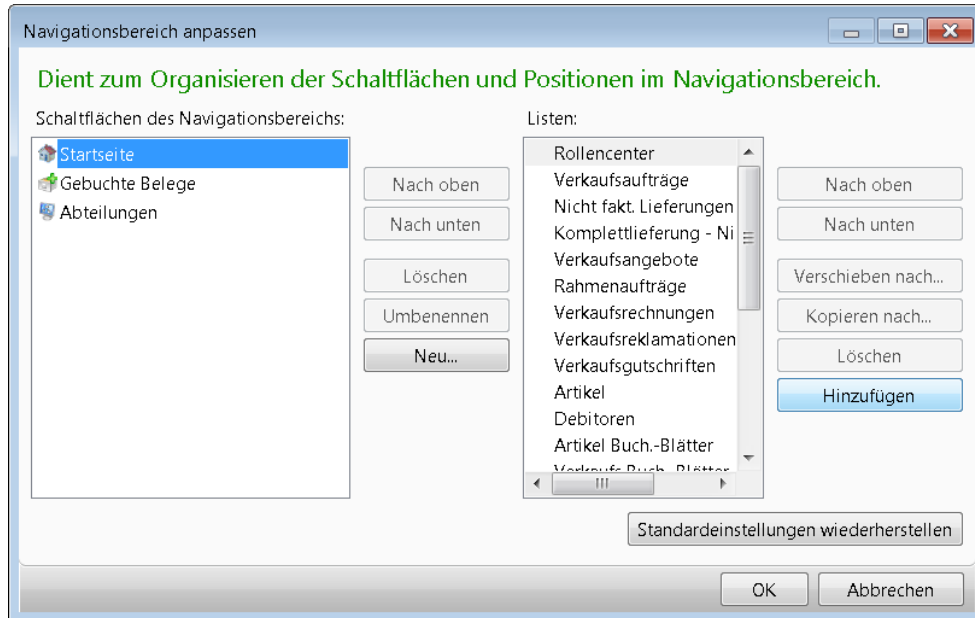

Abbildung 2.16 Dialogfeld zur Navigationsbereichsanpassung vor Betätigen der Schaltfläche *Hinzufügen*
2. Im linken Teil des Dialogfelds zur Navigationsbereichsanpassung markieren Sie die Menüschaltfläche *Startseite* und betätigen die Schaltfläche *Hinzufügen* (siehe Abbildung 2.16).